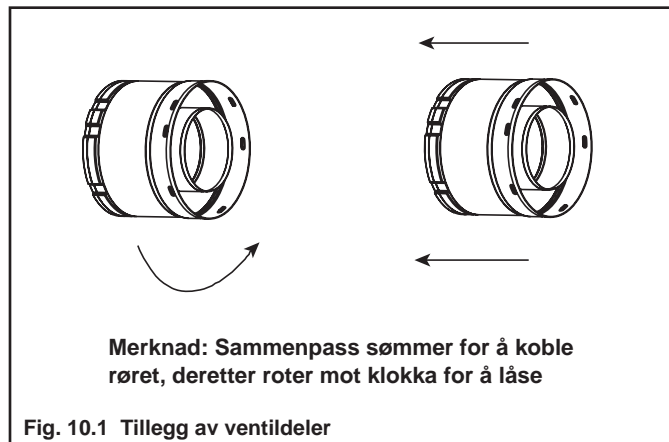

Fig. 10.2 Høy-temperaturs silikon tetningsmasse
- Påfør en dråpe silikon på innsiden av den ytre rørkoblingen før kobling av delene. Se Fig. 10.2.